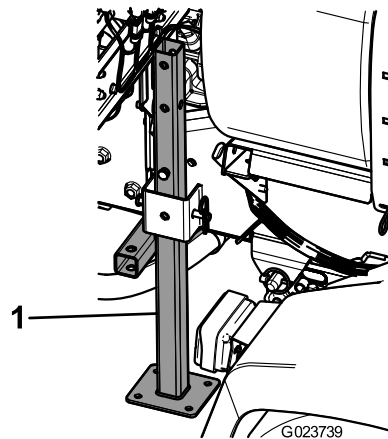

Figura 29
3. Inserte los gatos traseros por el bastidor desde abajo, cerca de los puntos de amarre traseros (Figura 29).